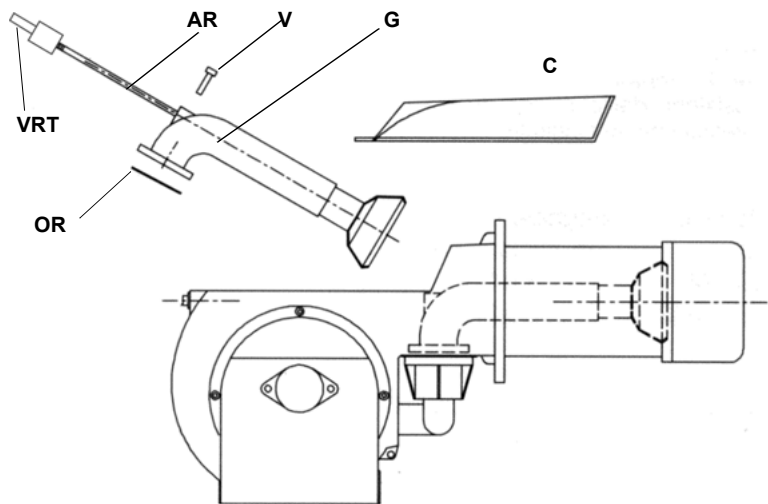

Рис. 35
- Демонтируйте, проверьте и очистите головку сгорания (см. Рис. 35);